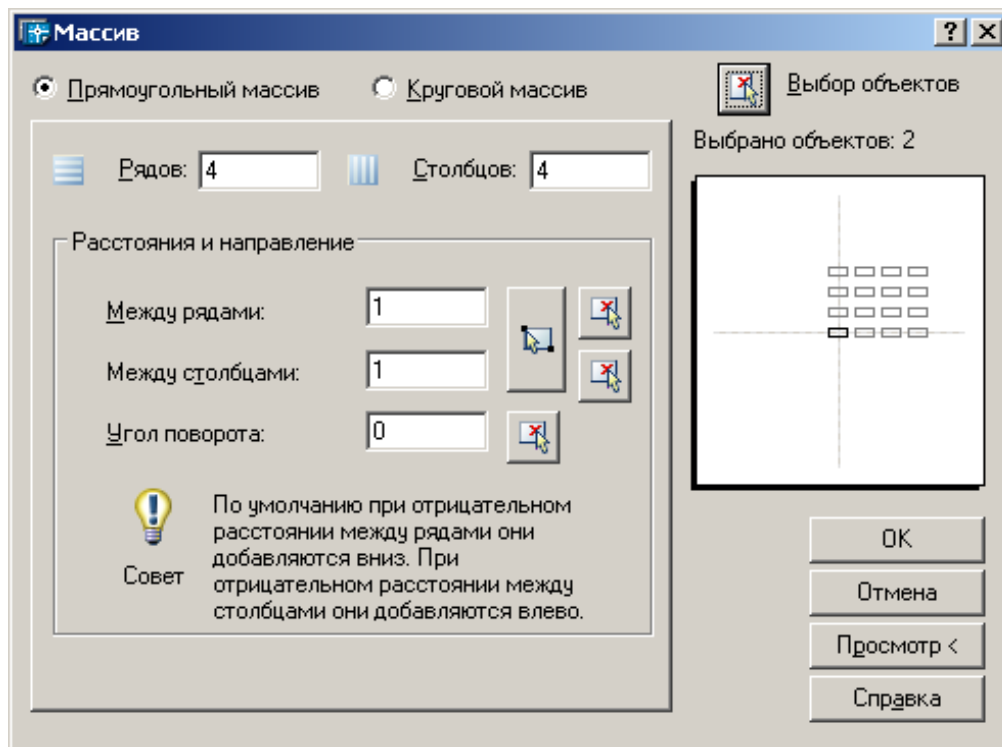

Рис.5. Діалогове вікно «Массив»
2. У діалоговому вікні «Массив» (рис.5) вибрати «Прямоугольный массив».
1. У діалоговому вікні «Массив» (рис.5) вибрати «Круговой массив».